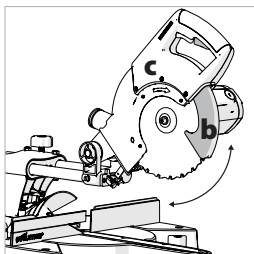

Fig. 38b & c
- Ruotare il coprilama retraibile della lama inferiore (**Fig. 38b**) verso l'alto e fino al coprilama della lama superiore. (**Fig. 38c**).